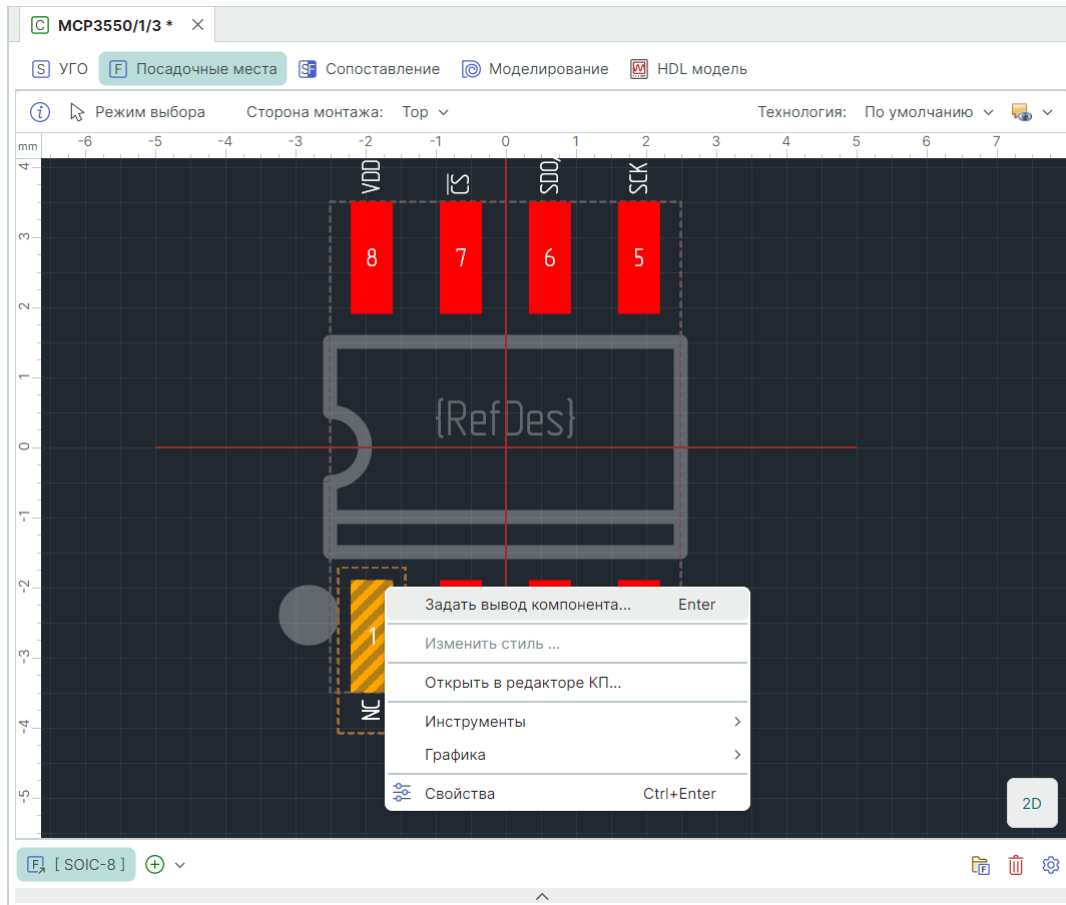

Рис. 286 Сопоставление КП через контекстное меню
2. В контекстном меню выберите «Задать вывод компонента», см. Рис. 286.